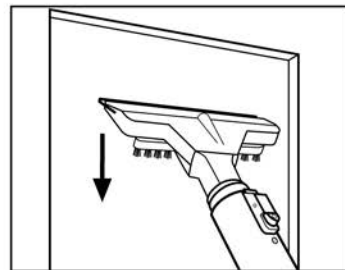

Fig. 11
- premere la racca in gomma sulla superficie ed aspirare l'acqua presente eseguendo dei movimenti rettilinei verticali verso il basso (Fig. 11).